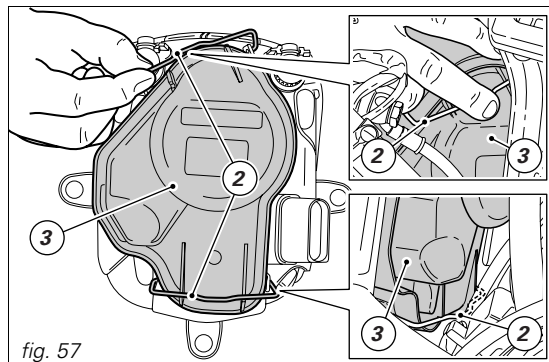

fig. 57
Per accedere alle lampade del proiettore occorre sganciare le mollette (2), superiore e inferiore, operando dai lati del cupolino fisso nella zona sotto al cruscotto (fig. 57), e aprire il coperchio (3).